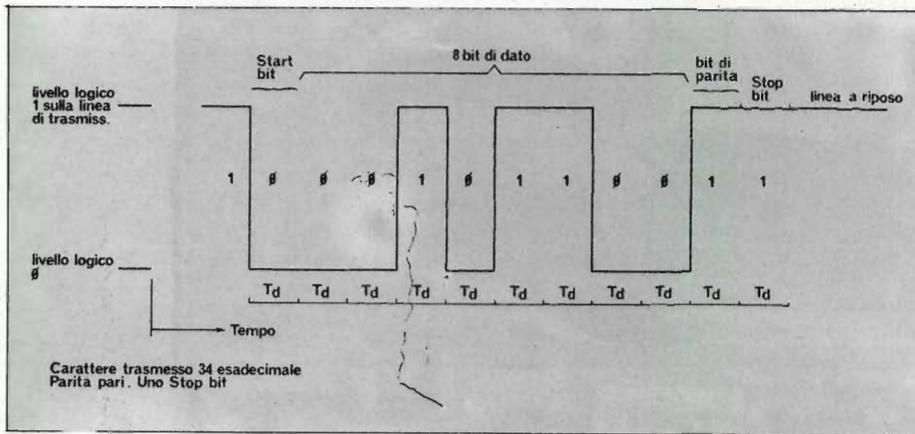

Fig. 1 - Trasmissione di tipo seriale.
- In fig. 1 viene riportato un esempio di carattere seriale.